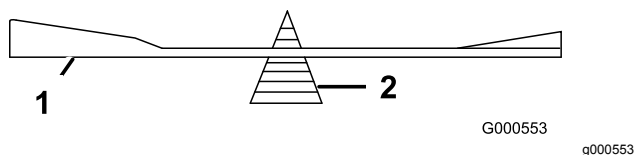

Figura 68
2. Verifique el equilibrio de la cuchilla colocándola sobre un equilibrador de cuchillas (Figura 68).